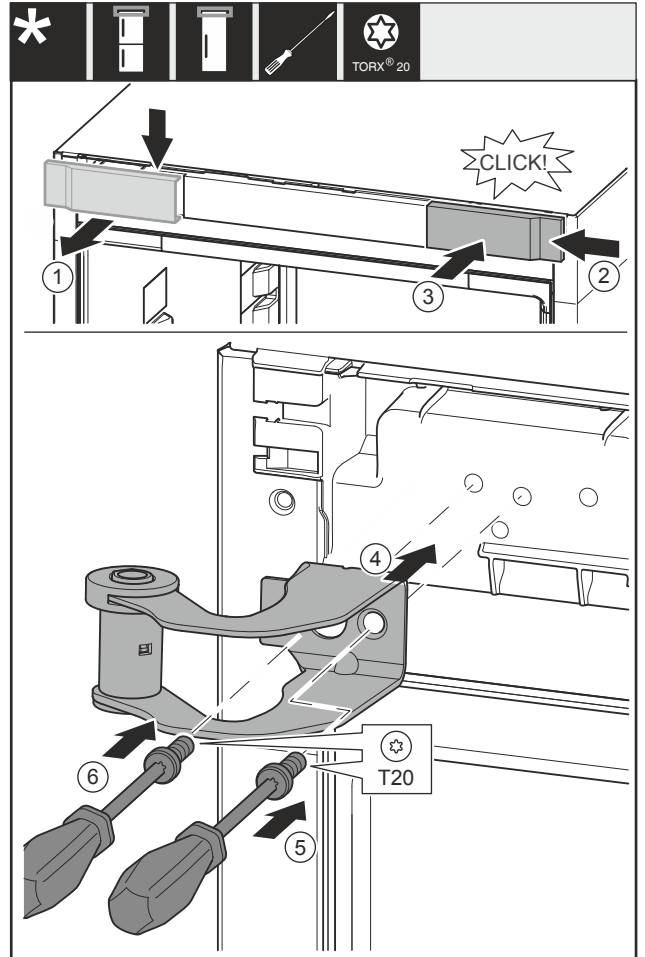

Fig. 12
- ▶ 从上方朝前取下盖板 Fig. 12 (1)。
- ▶ 将盖板 Fig. 12 (2)旋转 180° 至另一侧从右边挂上。
- ▶ 插入盖板 Fig. 12 (3)。
- ▶ 装上上方的托架 Fig. 12 (4)。
- ▶ 旋紧螺钉 Fig. 12 (5)。
- ▶ 旋紧螺钉 Fig. 12 (6)。